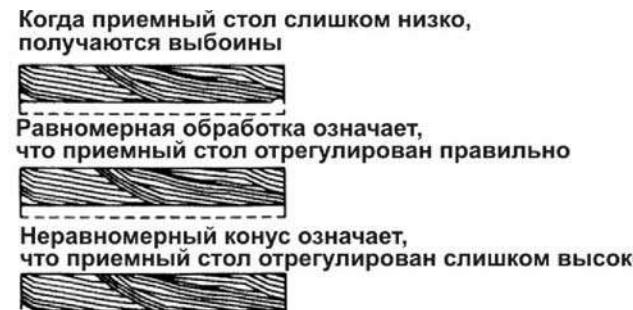

Рис.15
- 10.4.5. После того, как приемный стол установлен на правильную высоту, закрепите стол с помощью фиксатора стола. На Рис. 15 показано, как влияет высота приемного стола на заготовку.